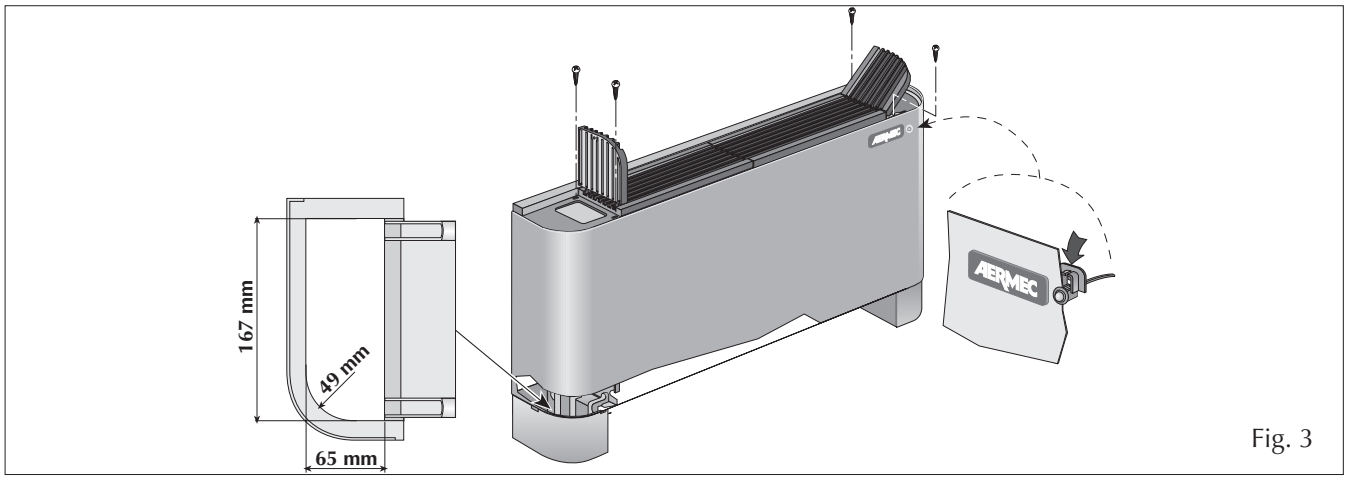

Fig. 3
- Retirer la carrosserie en dévissant les vis (Fig. 3).